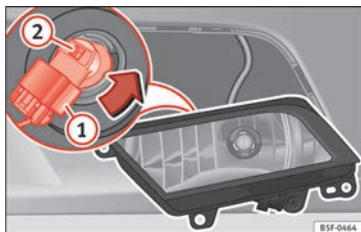

Fig. 97 Farol de nevoeiro.
- Retirar o conector » **Fig. 97 1** da lâmpada.
- Rode o porta-lâmpadas » **Fig. 97 2** para a esquerda e puxe.